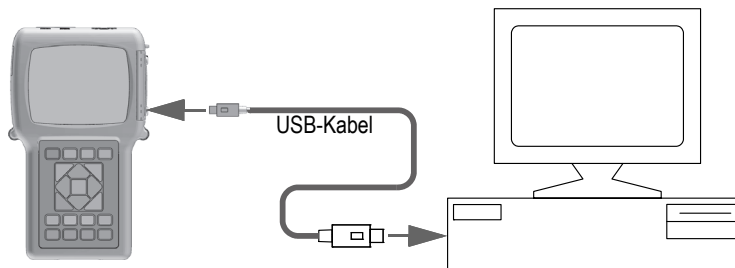

Abbildung 14-2 Verbindung des 39DL PLUS mit einem Rechner
9. Stecken Sie das eine Ende des USB-Kabels in die USB-Client-Buchse unter der Eingangs-/Ausgangsklappe des 39DL PLUS ein und verbinden Sie das andere Ende mit einer USB-Buchse des Rechners (siehe Abbildung 14-2 auf Seite 279).